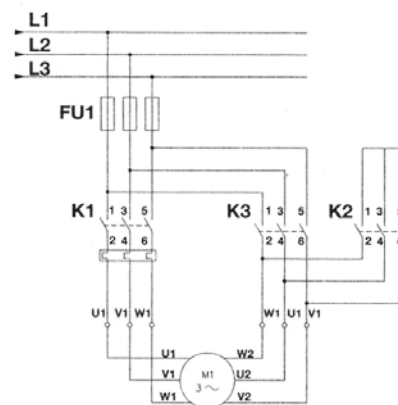

Fig 8. Branchement pour démarrage étoile/triangle
- schéma de branchement pour démarrage étoile/triangle (fig.8)